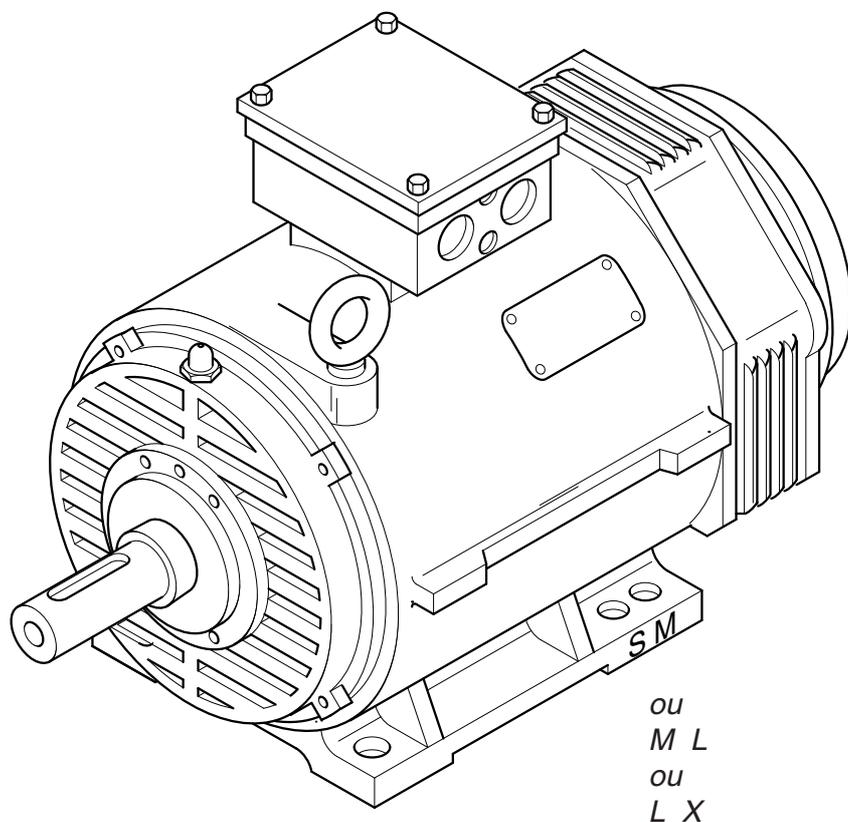

Figure 2: Trous de fixation du pied S,M ou M,L ou L,X
2.6 Trous de fixation du pied (Figure 2)